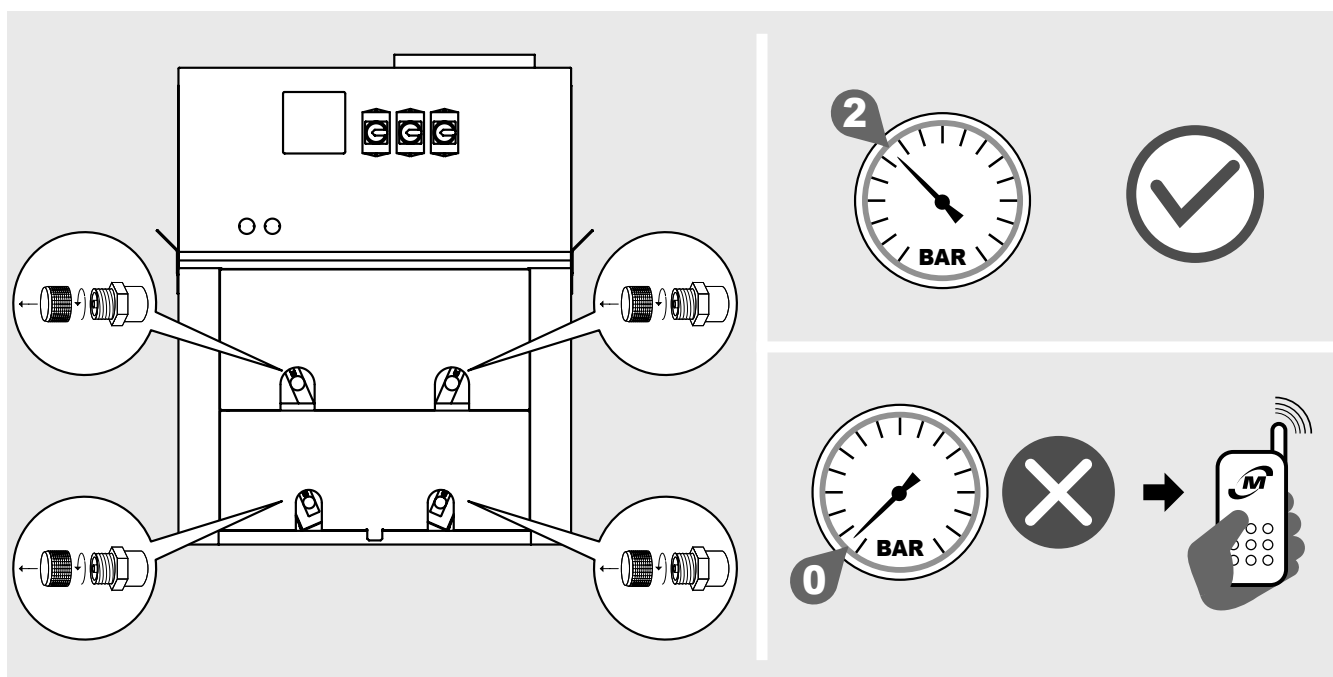

Figura 2
- 4.2 Gli scambiatori dei condensatori (PRV) e dei gas cooler (PRV*.*) vengono forniti con una precarica di aria secca a 2 bar e dispongono di attacchi di carica da 1/4" SAE. Verificare la presenza di pressione, in assenza di pressione contattare immediatamente Modine e segnalare il problema sul documento di trasporto. La mancanza di pressione indica una perdita dovuta ad un danno subito durante il trasporto. Si osservi la "Figura 2": in alcuni modelli la posizione precisa degli attacchi può variare anche su richiesta del cliente.